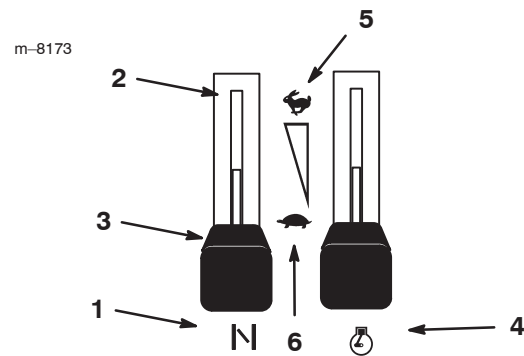

Figure 7
6. Placez la manette de starter en position En service (Fig. 7) pour démarrer à froid.
8. Quand le moteur a démarré, supprimez complètement le starter et placez la manette d'accélérateur à mi-course entre les positions Régime maximum et Ralenti (Fig. 7). Laissez chauffer le moteur 3 à 5 minutes avant de mettre la manette d'accélérateur en position de régime maximum.
1. Placez la manette d'accélérateur en position de Ralenti (Fig. 7).